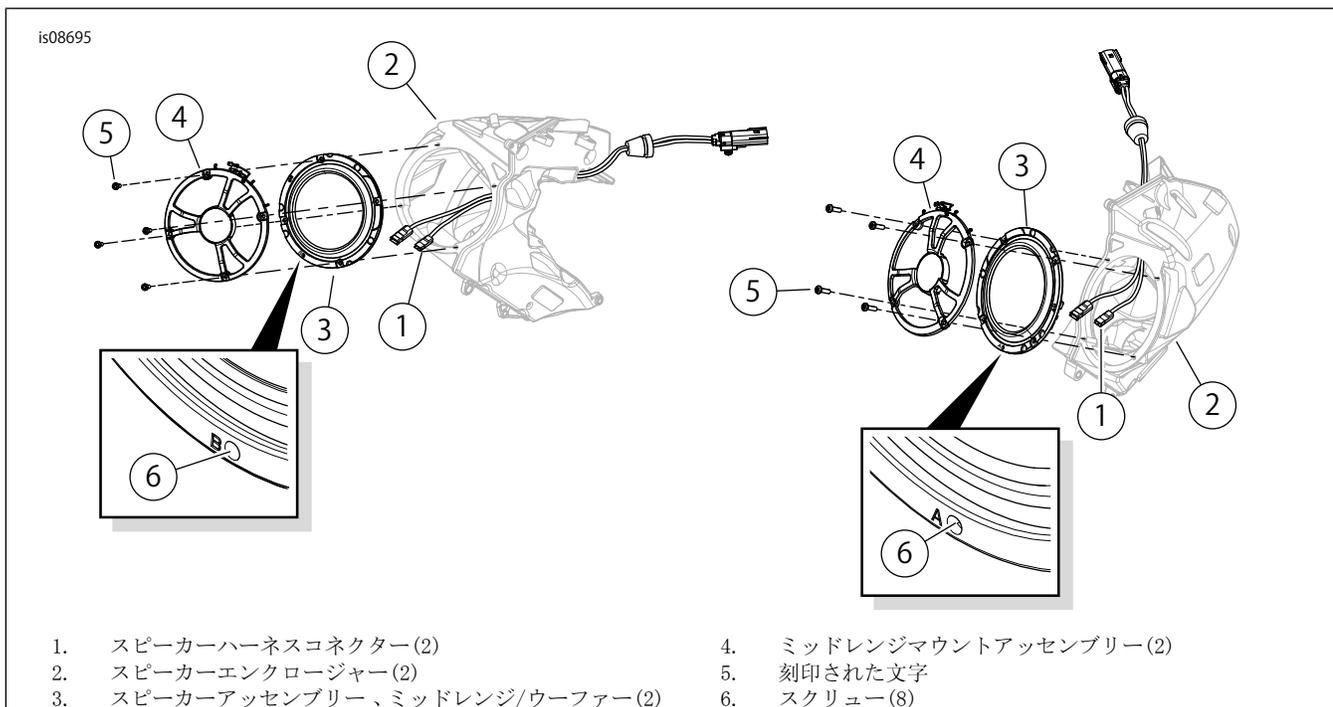

図1. ウーファースピーカーの取り付け
1. 「図1」を参照。スピーカーエンクロージャー(2)の内側にあるスピーカーワイヤーコネクタ(1)を新品のウーファー裏側のスペードターミナル(3)に取り付けます。異なるサイズのスペードコンタクトを使用することで正しく組み立てることができます。